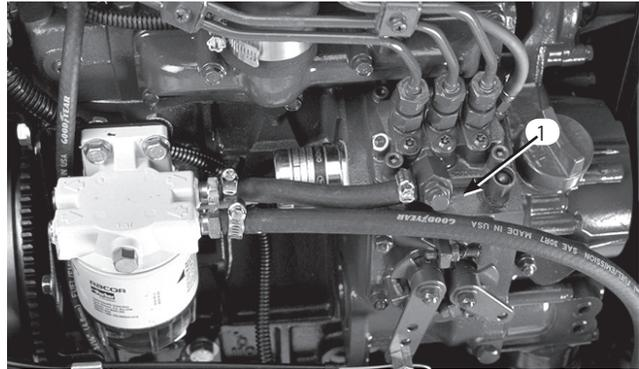

図38
3. 燃料噴射ポンプについているエア抜きネジをゆるめる（図38）。